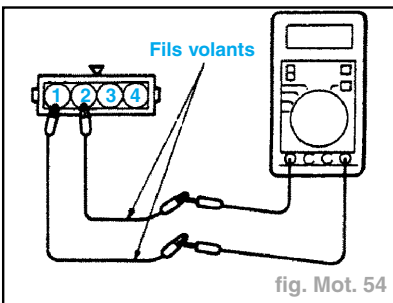

fig. Mot. 54
- Brancher un ohmmètre entre la borne 2 (contacteur de position de ralenti) et la borne 1 (masse du capteur) de capteur de position de papillon, en utilisant des fils volants (fig. Mot. 54).